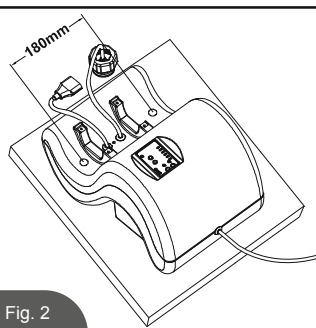

Fig. 2
2. Отверстия для крепления имеют 6,4 мм в диаметре и располагаются на расстоянии 180 мм друг от друга. Используйте две гайки и два болта диаметром не больше 6,4 мм. После крепления устройства на основание поставьте обратно электролизер и остальные детали. (См. Рис. 2)